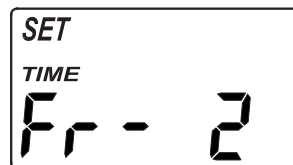

FIG. 42
2. Appuyez trois fois sur le bouton CHOISIR, jusqu'à ce que l'indication « SET TIME Fr » (régler l'heure du rinçage rapide) s'affiche (consultez la figure 42).